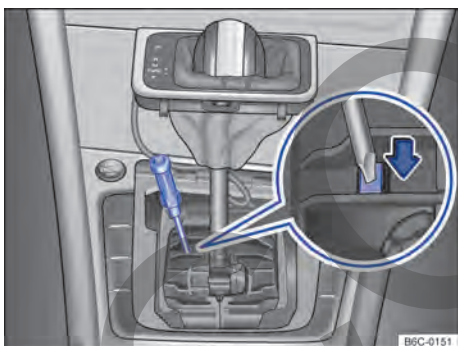

Fig. 103 Desinstalar la cubierta de la palanca selector y desbloquear el bloqueo de la palanca selector de emergencia.
- Con ayuda de un destornillador presionar cuidadosamente la palanca de desbloqueo en la dirección de la flecha y mantenerla en esa posición → fig. 103.